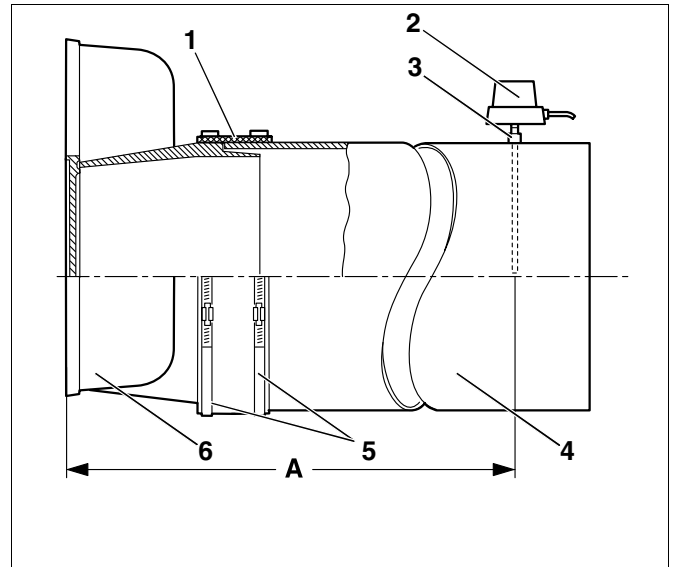

Fig. 59 Montering av røykgassrør
Vi anbefaler å montere en røykgassrør-tetningsmansjett (Fig. 59, **Pos. 1**).
- Skyv røykgassrøret (Fig. 59, **Pos. 4**) på røykgassamlerens stuss frem til anslaget (Fig. 59, **Pos. 6**).
- Legg røykgassrør-tetningsmansjetten (Fig. 59, **Pos. 1**) rundt røykgassrøret (Fig. 59, **Pos. 4**) og røykgassamlerens stuss (Fig. 59, **Pos. 6**) med overlapping oppe.
- Sett låsebåndene (Fig. 59, **Pos. 5**) på røykgassrør-tetningsmansjetten (Fig. 59, **Pos. 1**). Det ene låsebåndet (Fig. 59, **Pos. 5**) må trykke mot stussen til røykgassamleren (Fig. 59, **Pos. 6**) og det andre mot røykgassrøret (Fig. 59, **Pos. 4**).
- Trekk til låsebåndene (Fig. 59, **Pos. 5**). Røykgassrør-tetningsmansjetten (Fig. 59, **Pos. 1**) må ligge glatt og tett.
- Sveis muffen (Fig. 59, **Pos. 3**) inn i røykgassrøret (Fig. 59, **Pos. 4**) i en avstand på $2 \times$ røykgassrørets diameter (A) fra røykgassamleren (Fig. 59, **Pos. 6**).
- Monter røykgass-temperaturføleren (Fig. 59, **Pos. 2**) som beskrevet i den separate monteringsanvisningen.